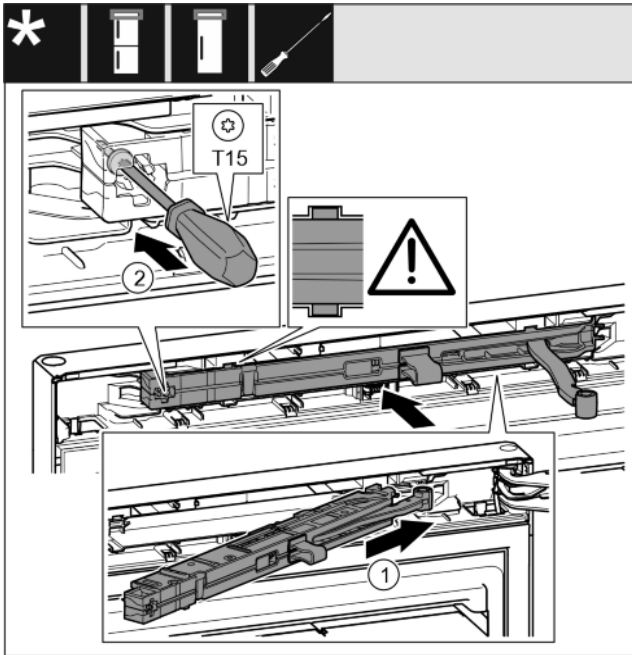

Fig. 38
- ▶ Pe partea suportului de lagăr împingeți înclinat unitatea amortizorului de închidere până la opritor în degajare. *Fig. 38 (1)*
- ▶ Înșurubați ferm șurubul cu o șurubelniță T15. *Fig. 38 (2)*